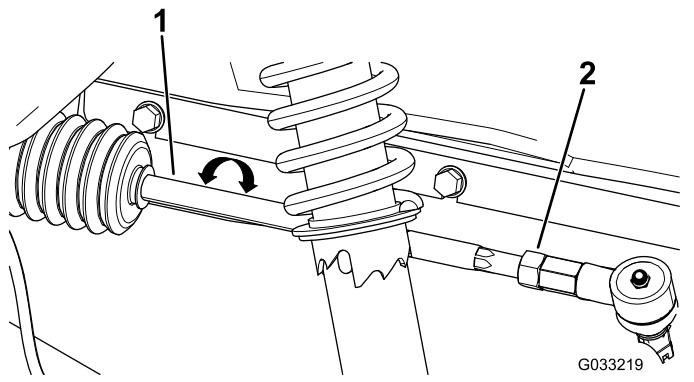

図 13
2. 前後の測定値の差が所定範囲 06mm にならない場合は、タイロッドの外側端部にあるジャムナットをゆるめて調整を行う図13。